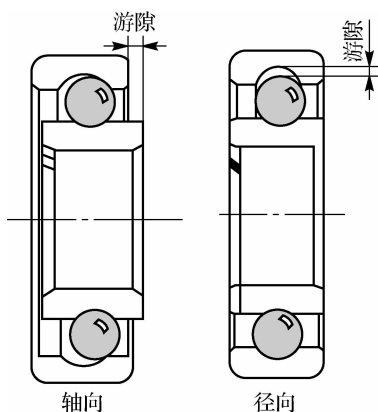

图 6-49 球轴承的检查
(2)球轴承的检查。如图 6-49 所示,检测球轴承的游隙。不符合维修手册上的要求时,则要进行更换。